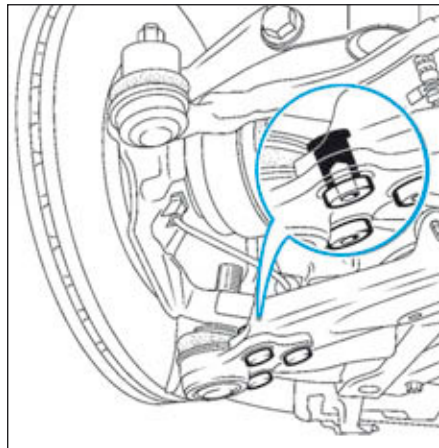

FIG.9
- Percer les rivets, puis les extraire à l'aide d'un chasse goupille (Fig.9).